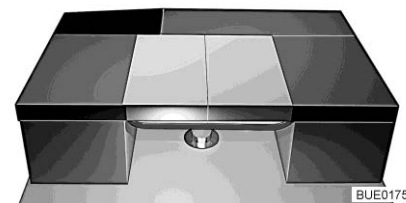

Fig. 162 Dopo la trasformazione
- Posizionare il cuscino dello schienale dei sedili laterali longitudinalmente sul tavolo (vedi Fig. 162).